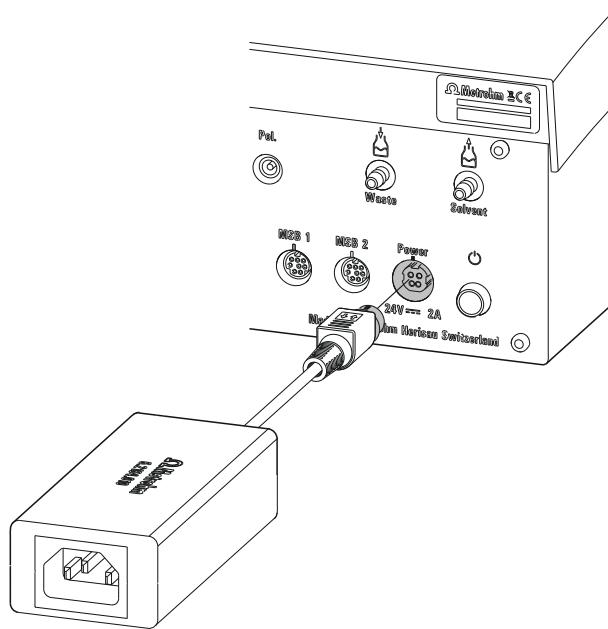

图3 连接供电单元
- 1** 将外接供电单元的插头与 Ti-Touch 的电源接线盒相连（参见图 3，第 10 页）。